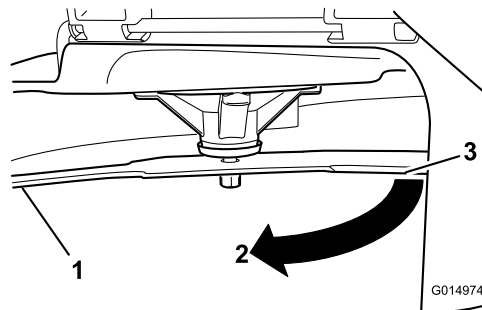

Figura 76
4. Ruotate la stessa lama di 180 gradi in modo che il tagliente opposto si trovi ora nella stessa posizione (Figura 76).